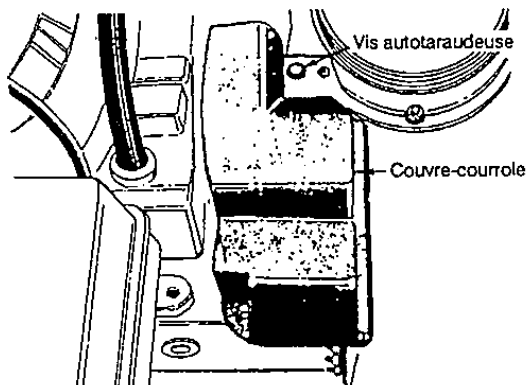

FIGURE 24 - Pour plus de clarté la goulotte est retiré.
- Enlevez le couvre-courroie en plastique sur le devant du moteur en retirant deux vis autotaraudeuses et deux rondelles plates. Voir la figure 24.